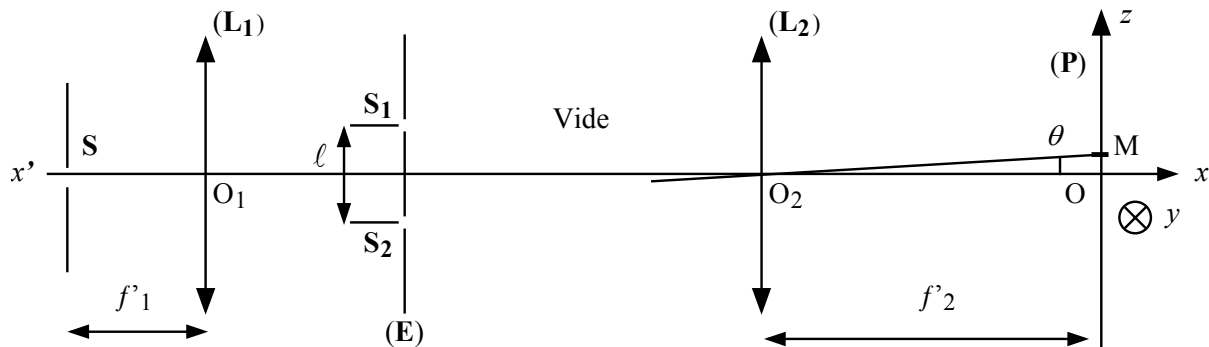

Figure 8
Le contrôle interférométrique de l'homogénéité d'un matériau est réalisé grâce au dispositif expérimental, placé dans le vide d'indice de réfraction $n_o = 1$, représenté par la figure 8 :
Une source quasi-punctuelle **S**, est placée au foyer objet d'une lentille mince convergente **(L₁)**, d'axe optique $x'Ox$ d'origine O . Cette source émet une radiation monochromatique de longueur d'onde λ_o . À la sortie de **(L₁)**, se trouve un écran opaque **(E)**, perpendiculaire à l'axe optique et percé de deux trous circulaires **S₁** et **S₂** de très petites dimensions. Ces trous, espacés de ℓ et symétriques l'un de l'autre par rapport à l'axe $x'Ox$, sont situés dans le plan xOz (plan de représentation). La lumière diffractée par **S₁** et **S₂** est reçue par une seconde lentille mince convergente **(L₂)**, d'axe optique $x'Ox$. Les phénomènes obtenus sont observés dans le plan yOz [plan **(P)**], confondu avec le plan focal image de **(L₂)** (figure 8).
I. Étude du champ d'interférences au niveau du plan (P), sur l'axe Oz
- 1) Recopier la figure 8 et tracer les rayons (1) et (2), issus de la source **S**, qui atteignent respectivement les trous **S₁** et **S₂**, et qui interfèrent en un point **M**, d'ordonnée z , sur l'axe Oz .
- 2) Indiquer, sur le dessin précédent, la différence de marche $\delta(M)$ entre les rayons (1) et (2) [ou différence entre les chemins optiques $(SM)_2$ et $(SM)_1$].
- 8) On souhaite obtenir des franges plus lumineuses, dans le champ d'interférences. Comment modifier le dispositif décrit à la figure 8 ?